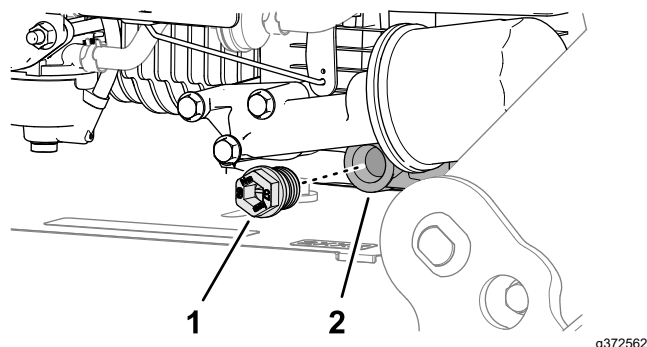

Figura 32
5. Retire el tapón de vaciado de aceite del orificio de vaciado del motor (Figura 32), e incline la máquina para que el aceite fluya al recipiente.
2. Coloque un trapo debajo del filtro de aceite (Figura 32) para recoger el aceite cuando retire el filtro.